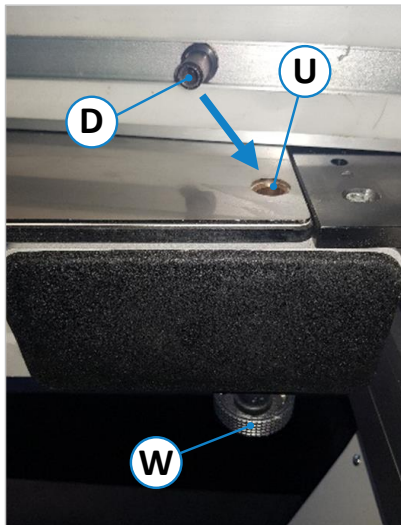
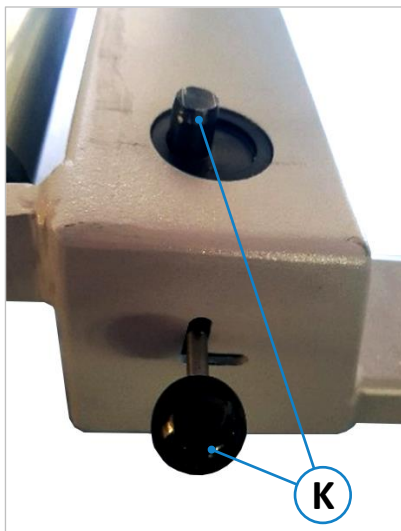
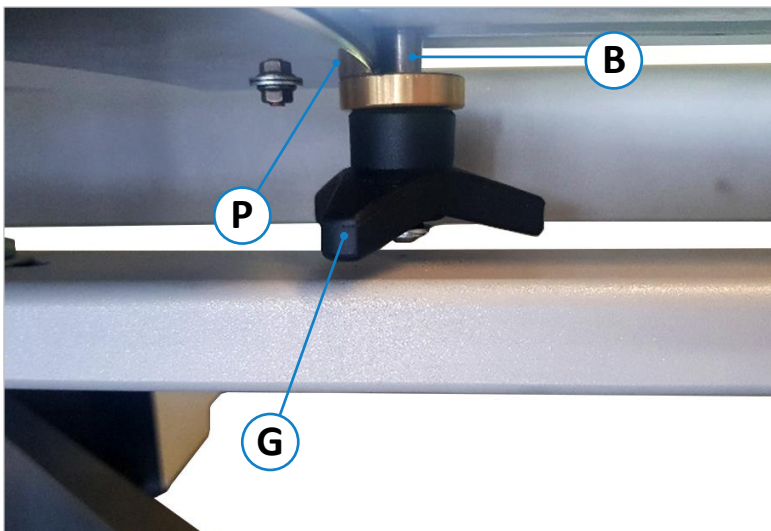

Abbildung 25: Längenanschlag montieren
Abbildung 27: 90 Grad Schnitt vorbereiten
Abbildung 28: Führungsbolzen anschlagen
- Längenanschlag (13) auf den Querschlitten (22) legen, dabei das Drehlager (D) vom Längenanschlag (13) in die Arretier-Führung (U) im Querschlitten (22) einführen (siehe ⇒ Abbildung 25).
- Längenanschlag (13) am Querschlitten (22) mit dem hinteren Rastbolzen (K) in die vorgesehene Nut am Längenanschlag einrasten lassen (siehe ⇒ Abbildung 27). Der Führungsbolzen (B) muss (wie in ⇒ Abbildung 28 gezeigt) an der Längen-Winkelanschlagplatte (27) anschlagen.
- Nun das Arretierungshandrad (W) und den Sterngriff (G) fest anziehen (siehe ⇒ Abbildung 28).
- Hebel für Rastbolzen (**K**), Sterngriff (**G**) und Arretierungshandrad (**W**) lösen (siehe ⇒ Abbildung 25, ⇒ Abbildung 27 und ⇒ Abbildung 28).